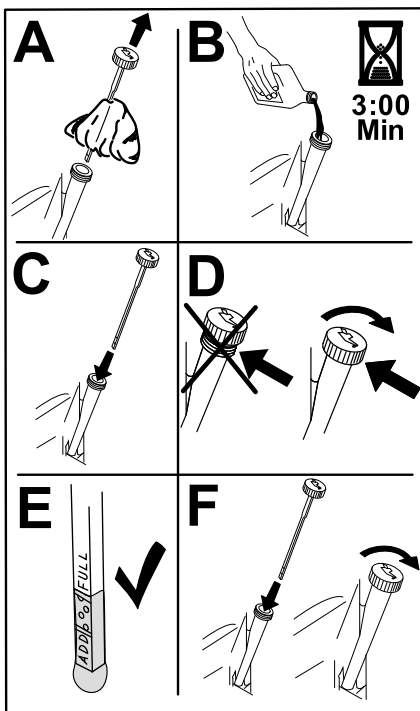

Figura 48
- Deite cerca de 80% do óleo especificado no tubo de enchimento e adicione lentamente o óleo adicional até chegar à marca Cheio (Figura 48).